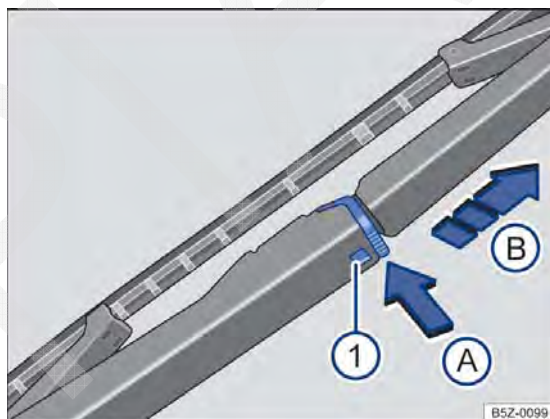

Fig. 138 Substituir a palheta do limpador do vidro traseiro.
- Manter o botão de destravamento → Fig. 138 ⓘ pressionado.
- Pressionar a trava da palheta do limpador do vidro traseiro → Fig. 138, no sentido da seta ⓘ.
- Puxar a palheta do limpador do vidro traseiro → Fig. 138, no sentido da seta ⓘ.
- Introduzir a nova palheta do limpador do vidro traseiro **de mesmo tamanho e modelo** no braço do limpador do vidro traseiro no sentido contrário da seta → Fig. 138 ⓘ até que ela se trave.